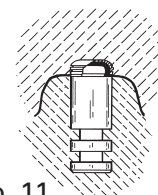

Abb. 11
6. Setzen Sie eine Locator Kappe mit schwarzer Bearbeitungspatrizze in jede Analogmatrizze auf dem Mastermodell, bevor Sie mit dem Wachsen und Weiterbearbeiten beginnen (Abb. 11). Stellen Sie sicher, dass die Patrizze fest sitzt.